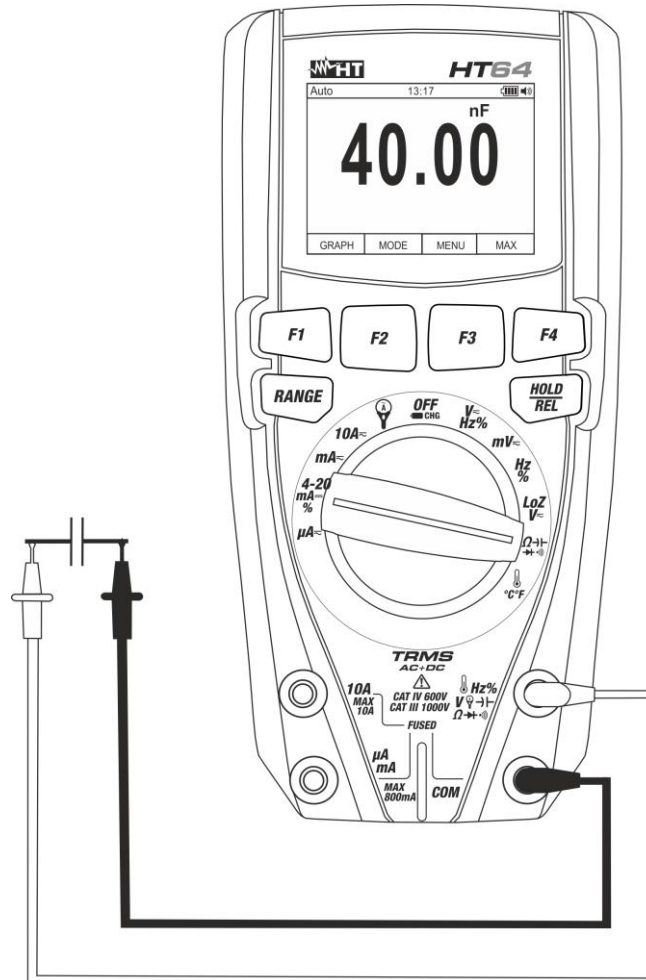

Abb. 28: Verwendung des Gerätes für Kapazitätsmessung
5. Verbinden Sie die Messleitungen mit den beiden Enden des zu messenden Kondensators und dabei achten Sie, wenn nötig, auf die positive (rotes Kabel) und negative (schwarzes Kabel) Polarität (siehe Abb. 28). Der Kapazitätswert erscheint auf dem Display. **Je nach Kapazität, das Instrument kann dauert ca. 20s benötigen, bevor dem Anzeigen der korrekte Endwert.** Der Bargraph ist bei dieser Funktion nicht aktiv.